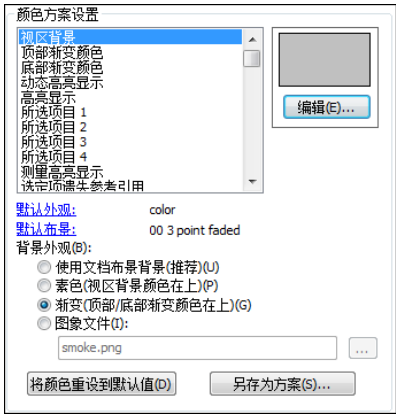

图 1-45 颜色方案设置
- 03 选中【零件】图标单击【确定】按钮，在零件建模界面，选择【工具】|【选项】命令，选择【系统选项】选项卡中的【颜色】选项，在【背景外观】选项组中选中【渐变（顶部/底部渐变颜色在上）】单选按钮，如图 1-45 所示。